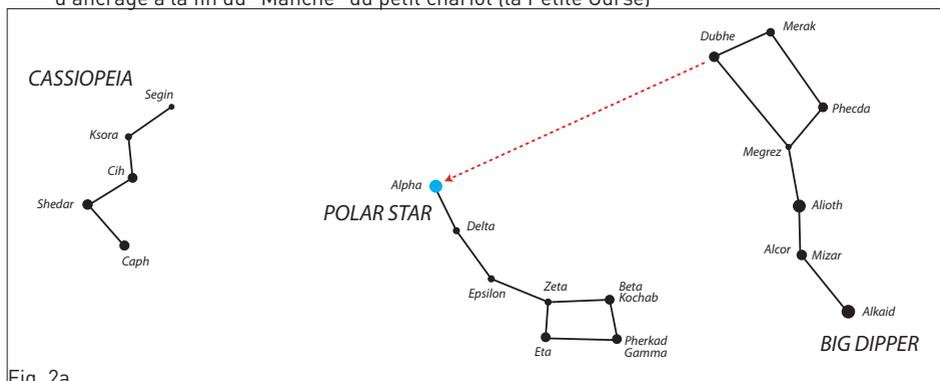

Fig. 2a
2. Tracez une ligne imaginaire à partir de l'étoile du bas (Merak) sur ce bord avant à travers l'étoile du haut (Dubhe) sur le bord avant. Suivez la ligne jusqu'à la première étoile brillante que vous voyez (environ 5 fois cette distance) Ça devrait être Polaris (Fig. 2a).